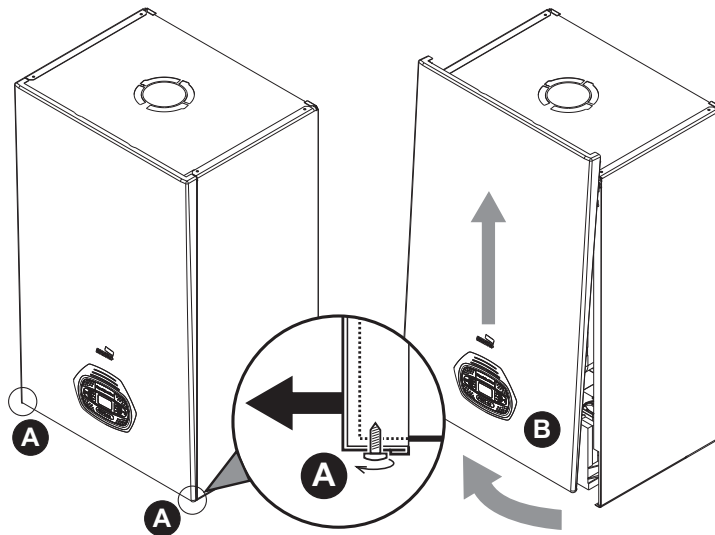

fig. 33 - Apertura pannelo frontale
1. Desenrosque parcialmente los tornillos **A** (vedi fig. 33).